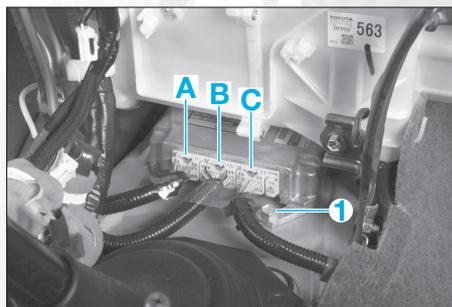

FIG. 16
- Déclipser le panneau (E) de finition inférieur centrale maintenu par 5 agrafes et débrancher les connecteurs avant la dépose.
- Débrancher les connecteurs (A), (B) et (C) du calculateur situé au milieu bas du panneau centrale du tableau de bord et déposer la vis (1) (fig. 16).